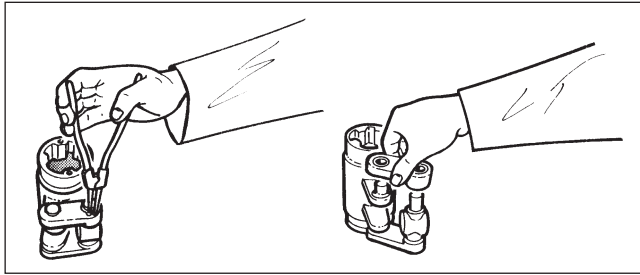

Abb. 14 Demontage des Gestänges
- Entfernen Sie die Sicherungsringe (36) und die Stützringe (37).
- Lösen Sie die Verbindungsarme (4) und den Ring (4A), reinigen Sie sie und prüfen Sie den Zustand der Lager, siehe Abbildung 14.